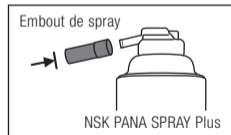

Fig. 23
- 1 Fixez l'embout de spray inclus dans l'embout du PANA SPRAY Plus (Fig. 23).